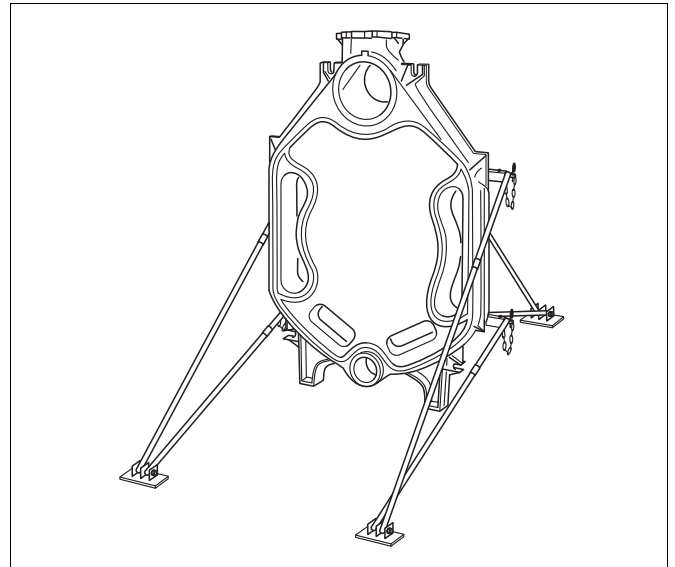
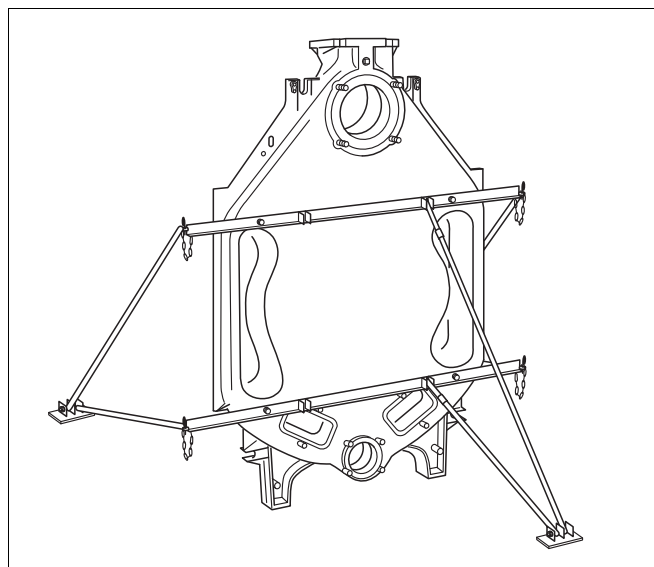

Рис. 9 Задняя секция с установленным монтажным приспособлением
Рис. 11 Крепление монтажного приспособления
- ▶ Крепите секции котла от опрокидывания при помощи монтажного приспособления (дополнительный заказ). Сначала задняя секция крепится к монтажному приспособлению (рис. 9, стр. 17).
- ▶ Установите заднюю секцию и при помощи монтажного приспособления закрепите её от опрокидывания (→ см.рис. 11 и рис. 9, а также отдельную инструкцию по использованию монтажного приспособления).